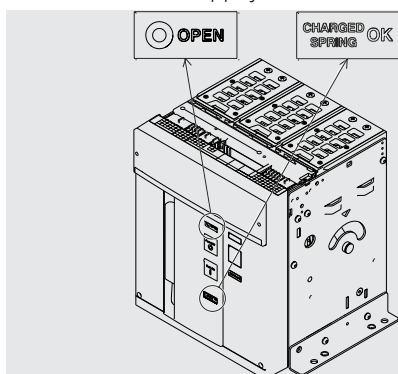

Figure 76
3. Contrôler que le disjoncteur soit ouvert (indicateur ouvert/fermé "O - OPEN"), et contrôler que les ressorts sont bandés (indicateur ressorts "jaune - CHARGED SPRING") comme indiqué dans la Figure 76.